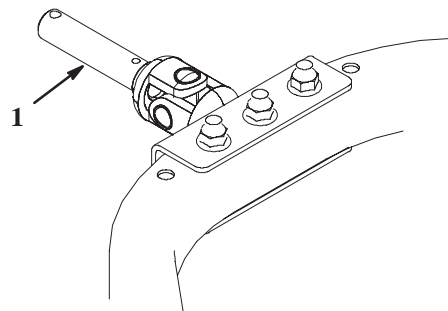

Figure 4
1. Appliquez une fine couche d'huile sur la partie non peinte de l'arbre de pivot du sulky (Fig. 4).